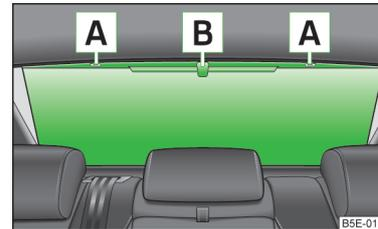

Abb. 37
- › Den Griff **B** » Abb. 37 fassen.